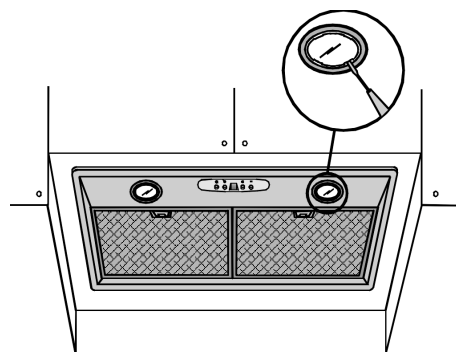

fig. 6
2. Ouvrez le cache en faisant levier grâce aux fissures prévues à cet effet (fig. 6).